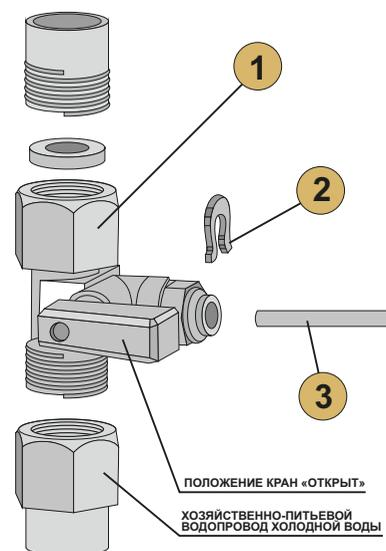

Рисунок 2
**ВНИМАНИЕ!** При подсоединении переходника (1) (рис.2) нельзя прилагать значительные усилия, чтобы его не повредить. В случае любого механического повреждения переходника (1) при неправильной установке и использовании претензии приниматься не будут.